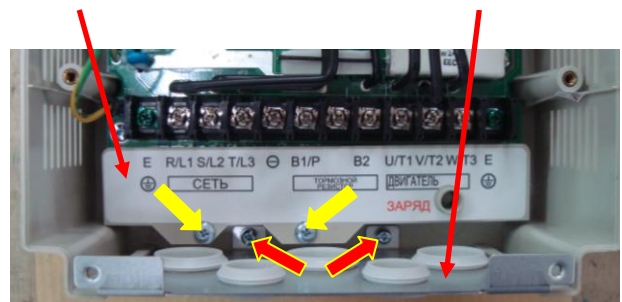

Рис. 6.9
**6.4.3.** Выкрутить два винта крепления пластиковой защитной панели (желтые стрелки, рис. 6.9) и демонтировать ее.
**6.4.4.** Выкрутить два винта крепления панели кабельных вводов (красные стрелки, рис. 6.9) и демонтировать ее.